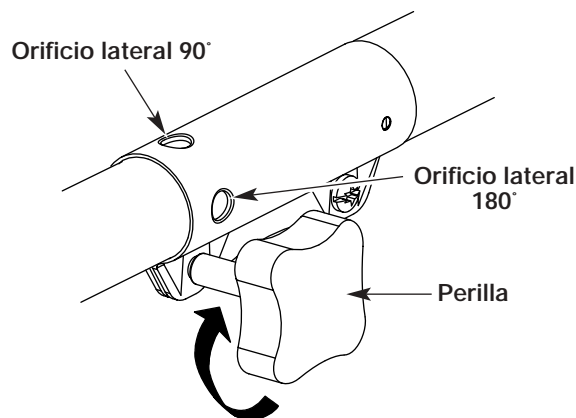

Fig. 11
3. Gire la perilla en sentido horario para ajustarla (Fig. 11).
Para recortar bordes mientras usa el accesorio de corte de cabeza de línea con modelos EZ-Link™, trabe el botón de desconexión en el **orificio lateral de 90°** o en el **orificio lateral de 180°** (Fig. 11).